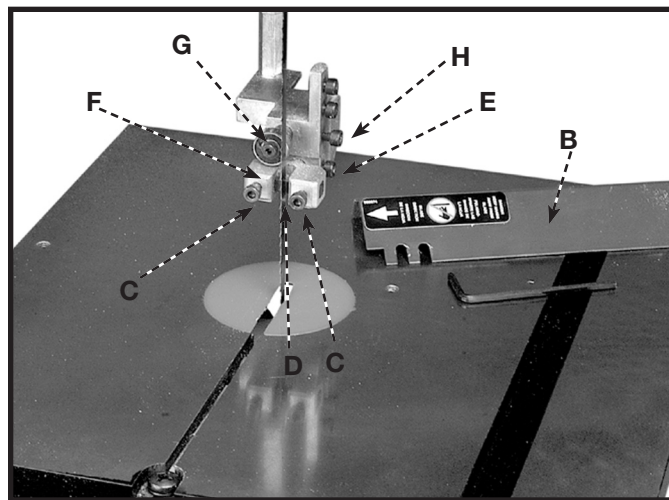
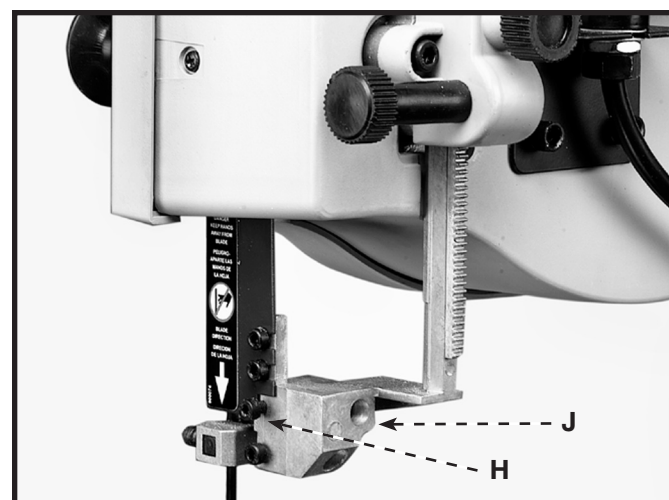

Fig. 27
Fig. 28
⚠ ADVERTENCIA Se muestra el protector de hoja superior (b) fig. 27 desmontado para mayor claridad. siempre cerciorese a el guardia superior de hoja es instalado y es ajustado apropiadamente antes operar la banda vio.
1. Afloje los dos tornillos (C) Fig. 27 y ajuste las guías de hoja (D) lo más cercanamente posible a los lados de la hoja de la sierra, teniendo cuidado de no constringir la hoja. Apriete entonces ambos tornillos (C).
2. Afloje el tornillo (E) Fig. 27 y mueva el soporte de guía (F) hacia adentro o hacia afuera hasta que el borde delantero de las guías (D) quede justo detrás de las "gargantas" de los dientes de la hoja. Apriete el tornillo (E).
3. El cojinete de apoyo de hoja superior (G) Fig. 27 impide que la hoja de la sierra sea empujada hacia atrás excesivamente durante el corte. El cojinete de apoyo (G) debe ser ajustado aproximadamente 1/32 pulg. detrás del borde posterior de la hoja. La hoja debe superponerse también el diámetro exterior de la pelota que soporta por aproximadamente 1/8". Para ajustar:
4. Afloje el tornillo (H) Fig. 28 y deslice el cojinete de apoyo (G) hacia adentro o hacia afuera hasta que esté aproximadamente 1/32 pulg. detrás del borde posterior de la hoja de la sierra. Apriete entonces el tornillo (H).
5. El cojinete de apoyo de la hoja superior (G) Fig. 27 está fijado sobre un eje excéntrico. Para cambiar la posición del cojinete (G), afloje el tornillo (H) Fig. 28, y utilizando un destornillador recto, gire el eje (J) Fig. 28 hasta que la hoja quede correctamente solapada sobre el cojinete de apoyo. Apriete entonces el tornillo (H).